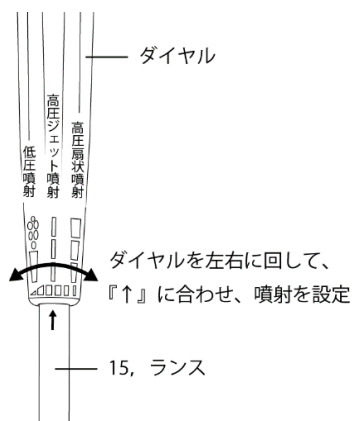
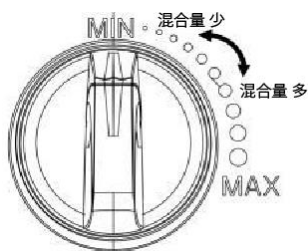

図 10
図 11
- ⑪ 1, ガンのトリガーを引くと8, ポンプが作動し、水を高圧で噴射する事が出来ます。
- ⑫ 15, ランスのダイヤルを回すことで、『高圧ジェット噴射』、『高圧扇状噴射』、『低圧噴射』の設定を行なうことが出来ます(図10参照)。
- ⑬ 16, 洗剤タンクのゴム蓋を取り外し、洗剤を注入してください。
- ⑭ 5, 洗剤量調整ダイヤルで洗剤の混合量を調整してください(図11参照)。続いて、15, ランスのダイヤルを『低圧噴射』に合わせ、1, ガンのトリガーを引くと、水道水と洗剤が混ざって噴射されます(図10参照)。
- ⑮ 洗浄終了後は、12, 洗剤ホースや8, ポンプ内の洗剤を洗浄する為、16, 洗剤タンクに水道水を入れ、15, ランスのダイヤルを『低圧噴射』に合わせ、1, ガンのトリガーを引き1分程度作動させてください(図10参照)。